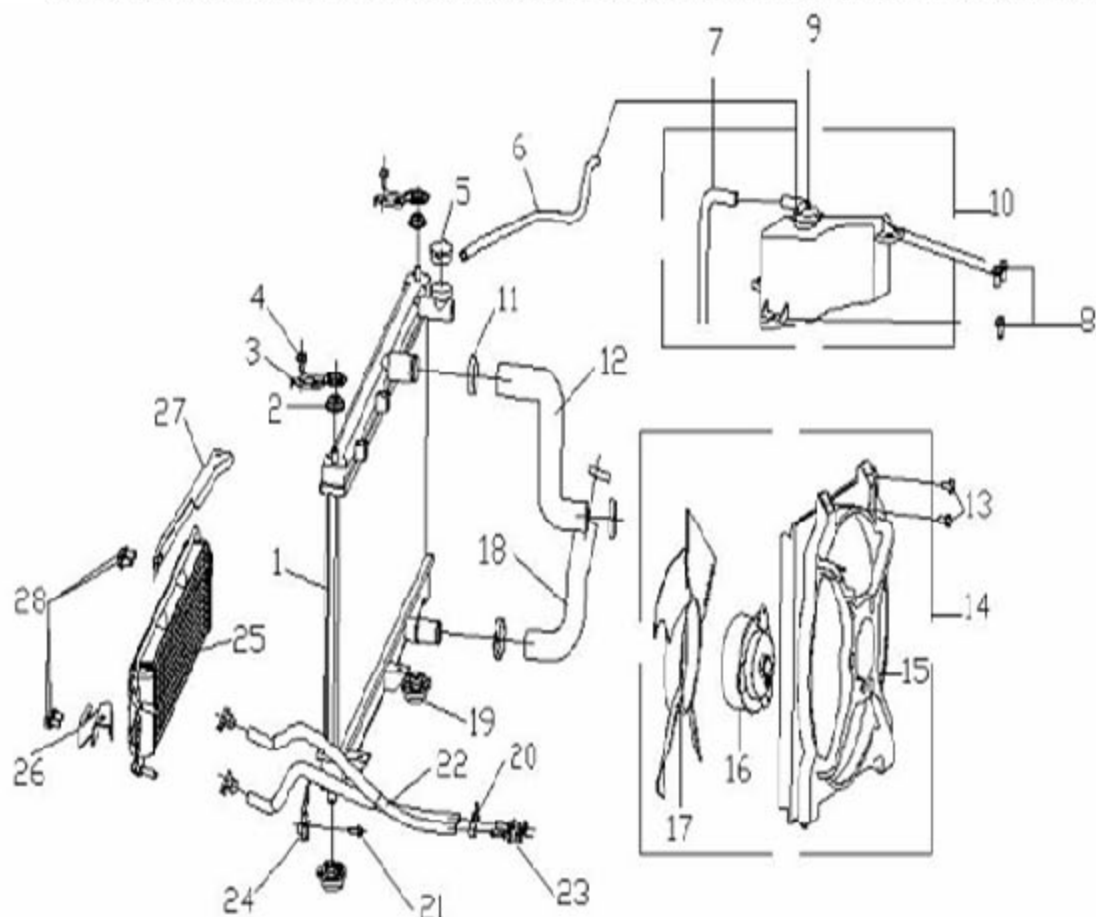

图 8-12
3).拆卸步骤(见图 8-12)
电子扇总成的拆卸步骤参见图 8-12: